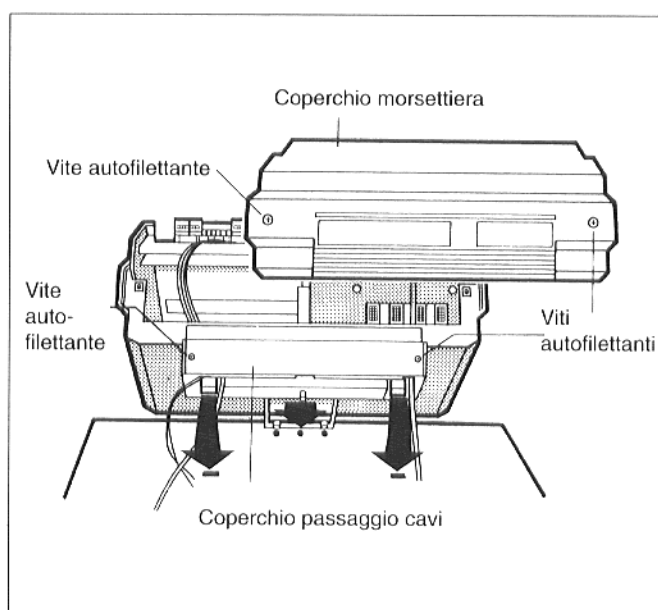

Fig. 13
- Svitare le due viti autofilettanti del coperchio morsettiera e toglierlo (Fig. 13).
- Piazzare l'apparecchio di regolazione in modo che i ganci anteriori si inseriscano nei fori ovali, tirare l'apparecchio verso il davanti e ruotarlo all'indietro, finché entrambi i ganci elastici destro e sinistro non hanno fatto presa nelle aperture rettangolari (Frecce in fig. 13).
- Rimettere il coperchio morsettiera ed avvitare le due viti autofilettanti (Fig. 13).